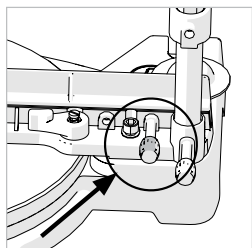

Fig. 5
- Desserrez la vis de serrage. **(Fig. 5)**